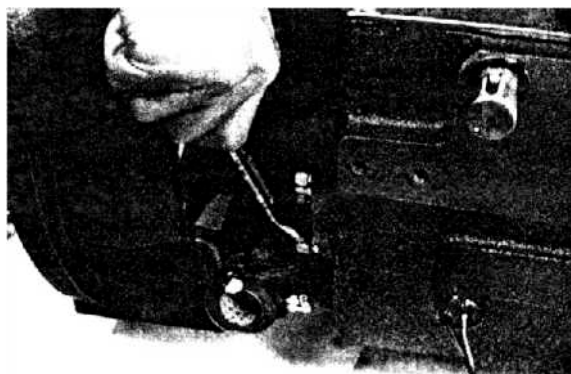

Рис. 3-13
на рис. 3-13 – 3-20 показаны некоторые способы замены вилки переключения передач. на рис. в качестве примера взят отдельный компонент коробки передач. Методы сборки, разборки и замены на вилочном погрузчике в основном одинаковы.
(1) Сначала снимите болты для крепления рычага вала на заднем конце рычага бокового переключения передач (рис. 3-13).